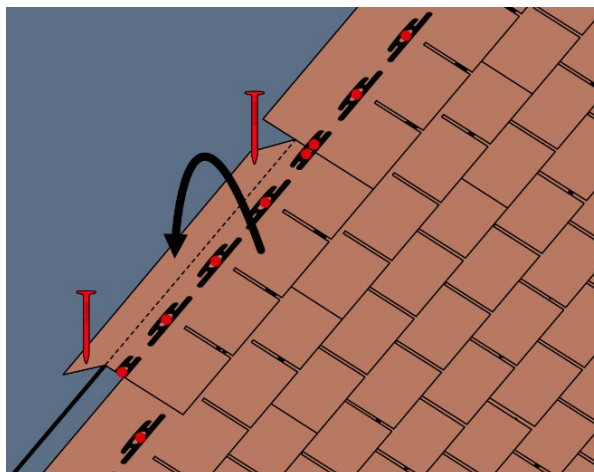

**Fig. 7 - Posa delle tegole**
- Applicare in corrispondenza della linea di gronda, sopra alla membrana/sottotegola, un cordolo di adesivo bituminoso Bitustick - Fig. 7;
- Procedere con la posa della prima fila di tegole: allineare il bordo laterale della prima tegola sulla verticale **z** e il bordo superiore sull'orizzontale distante 14,5 cm da **x** - Fig. 7. Chiodare la tegola al sottofondo posizionando 5 chiodi per tegola, al centro delle pastiglie, come da Fig. 8 a). Nel caso di pendenze di falda tra 60°- 85°, posizionare 2 chiodi aggiuntivi vicino al secondo e al quarto chiodo, per un totale di 7 chiodi per tegola, come da Fig. 8 b). Procedere con la posa di tutte le tegole della fila.